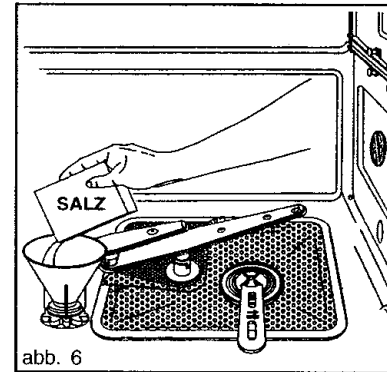

abb. 6
- Den Trichter, der zur Maschi­nenausstattung gehört, auf die Öffnung des Salzbehälters setzen (Abb. 6).